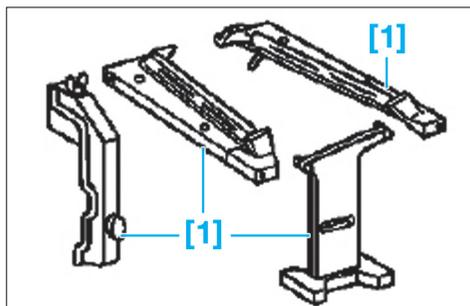

FIG. 33
- [1]. Gabarit de coupe (169 589 04 23 00) (Fig.33).